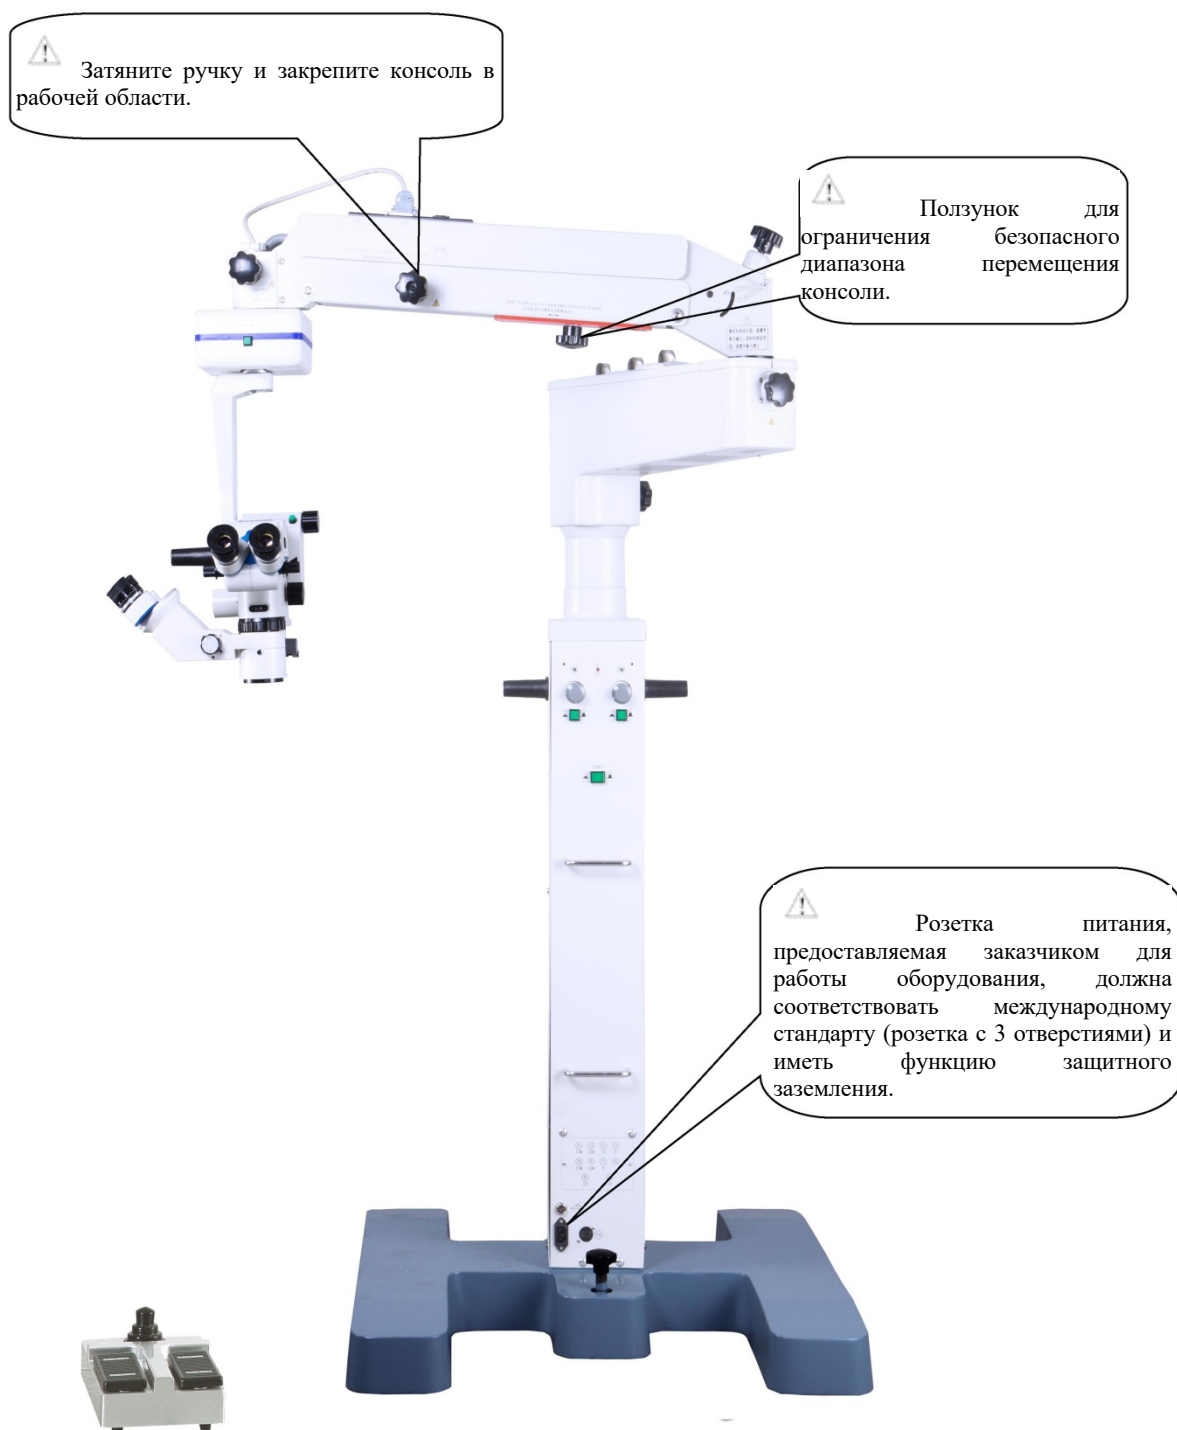

Рис. 1
-  Ослабьте блокирующую ручку для фокусировки линзы, а затем затяните ручку и зафиксируйте консоль для предотвращения движения рычага в ходе работы (подробное описание приведено в пунктах 5.3 и 5.4). См. рис. 1.